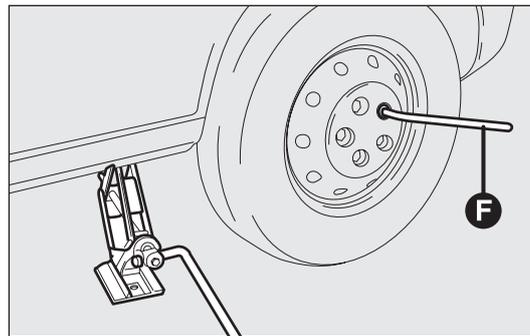

fig. 165
- svitare completamente con la chiave F-fig. 165 i bulloni ed estrarre la ruota;